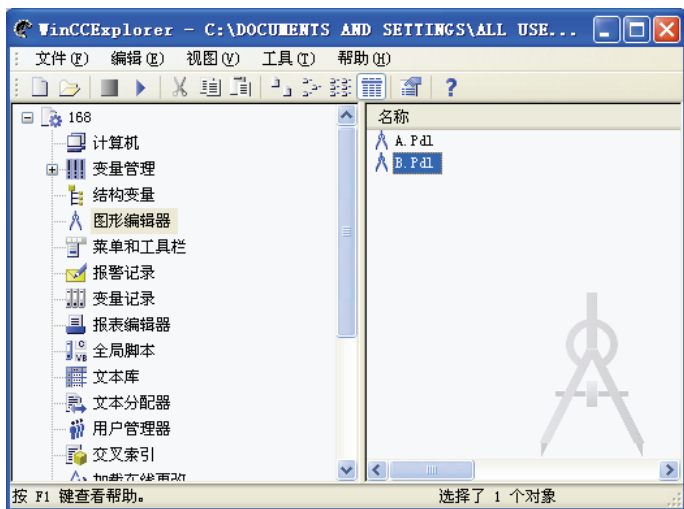

图 5-15 新建画面
1) 在管理器界面中，新建两个画面，分别为“A.Pdl”和“B.Pdl”，如图 5-15 所示。